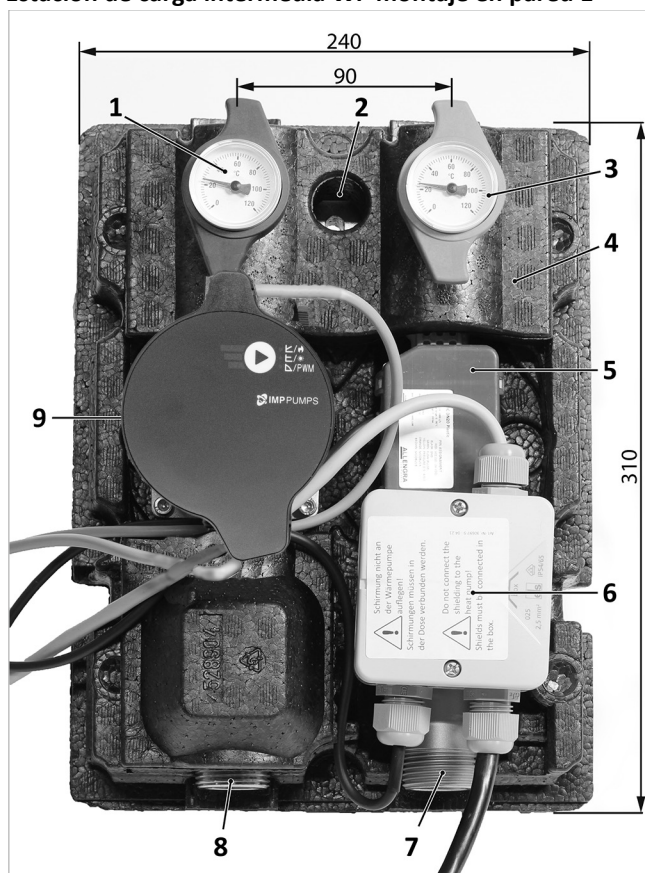

Fig. 1: Estación de carga intermedia PLAS-WP-WM-1
1. Sujete la estación contra la pared y marque el orificio. (véase → p. 5, fig. 1 (2)).